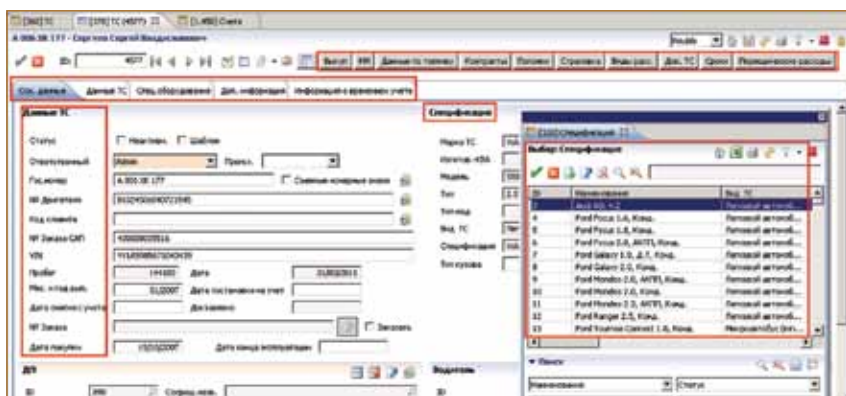

Рисунок 1. Рабочее поле для характеристик ТС
- Единицы автопарка — это Объекты CF. Существует огромный набор полей для хранения всевозможных характеристик ТС. Для того, чтобы назначить спецификацию для ряда однотипных ТС (набор основных параметров, таких как тип ТС и марка, тип и объем двигателя, наличие кондиционера и АКПП, вид топлива, тип кузова и пр.), достаточно один раз создать такую спецификацию, указав все эти параметры, а потом назначать её для всех однотипных ТС (см. рисунок 1).